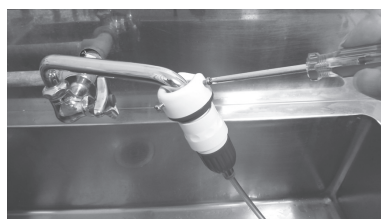

図16
- 1) 水道コネクター（別売品）を水道の蛇口（φ14～20mm）に挿し込み、ねじ3本でしっかりと締め付けます。（図16）